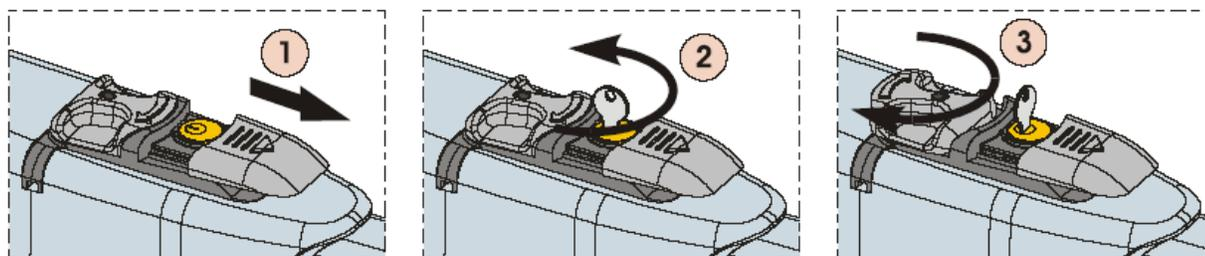

Рис. 26
2) Сдвинуть защитную крышку, рис.26/1.
3) Вставить ключ разблокировки и повернуть его на 90°, рис.26/2.
4) Чтобы разблокировать привод, нужно повернуть рукоятку устройства разблокировки на 180° по направлению стрелки, рис.26/3.
- 1) Повернуть рукоятку устройства разблокировки на 180° в направлении, противоположном стрелке (рис.26/3).